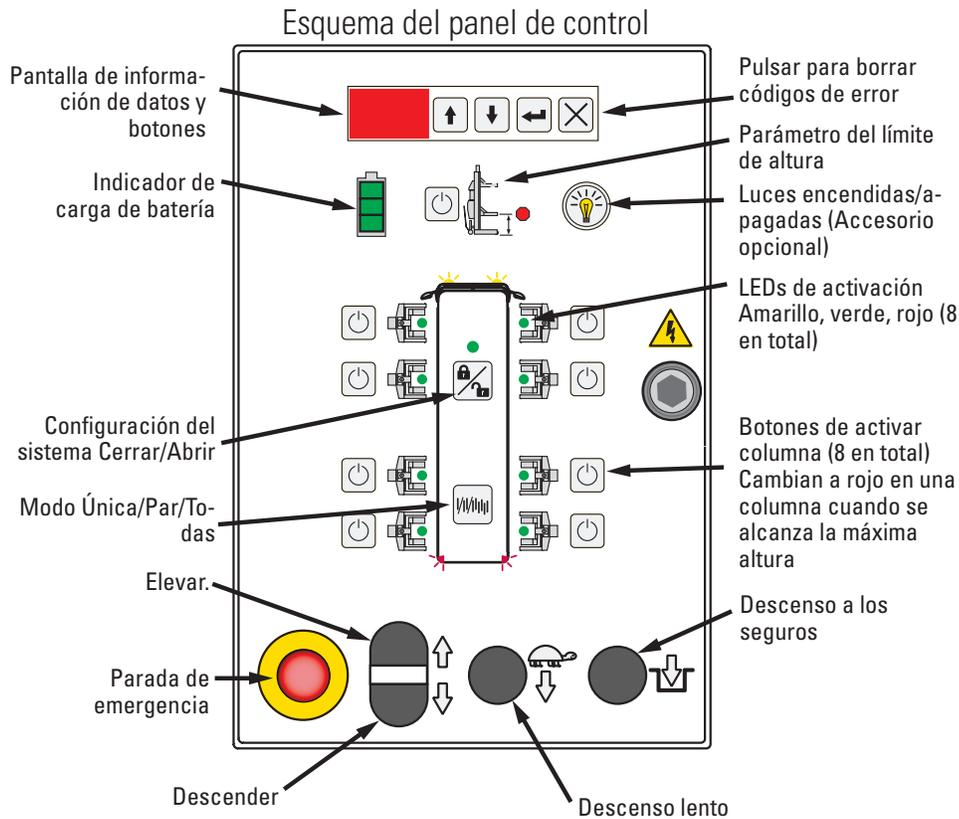

Fig. 7
6. Asignación de ubicación en conjunto: Usando el panel de control, Fig. 7, y el esquema del bus como referencia,